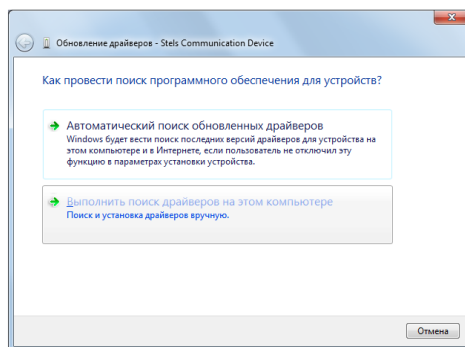

Рис. 5.4. Выбор установки драйвера вручную
- В открывшемся окне *Обновление драйверов* щелкните левой кнопкой мыши по надписи *Выполнить поиск драйверов на этом компьютере* (рис. 5.4).